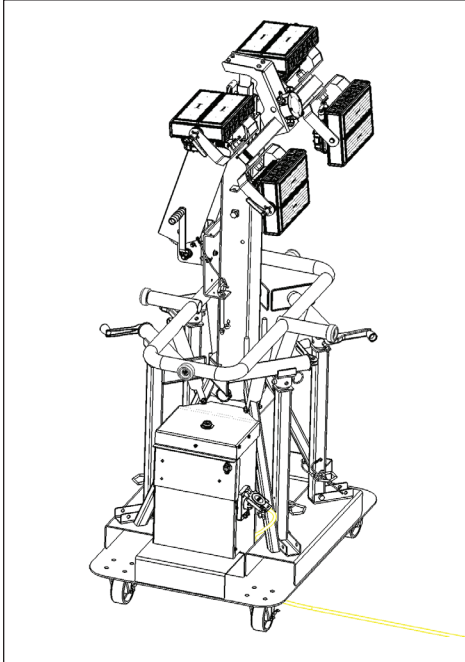

Figure 4
Avant le transport, s'assurer que la tour d'éclairage portable est en position de transport (Figure 4) :
4. Tirer la goupille du bras d'éclairage et tourner le bras d'éclairage jusqu'à ce que les luminaires soient comme illustré sur la Figure 4. S'assurer que la goupille de blocage s'engage dans les ouvertures après l'ajustement. Répéter pour l'autre bras d'éclairage. Voir **Réglage des luminaires**.